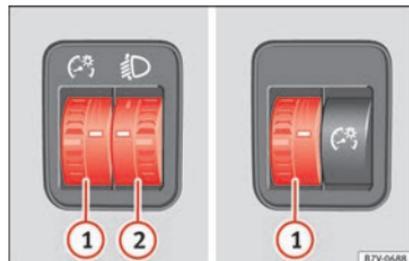

Abb. 141 Neben dem Lenkrad: Regler für Instrumenten- /Schalterbeleuchtung ① und Leuchtweitenregulierung ②.
① Instrumenten- und Schalterbeleuchtung
Bei eingeschaltetem Licht lässt sich die Helligkeit der Instrumenten- und Schalterbeleuchtung durch Drehen des Reglers » **Abb. 141** ① regulieren.
② Leuchtweitenregulierung
Die Leuchtweitenregulierung » **Abb. 141** ② passt je nach Einstellwert die Lichtkegel der Scheinwerfer stufenlos dem Beladungszustand des Fahrzeugs an. Dadurch hat der Fahrer bestmögliche Sichtverhältnisse und der Gegenverkehr wird nicht geblendet » .
Zum Einstellen Regler » Abb. 141 ② drehen: